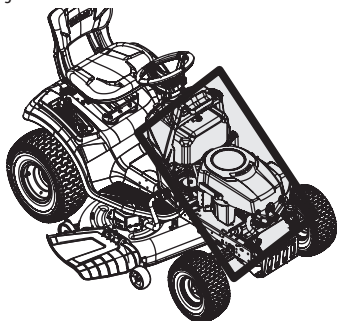

Figura 30
- Limpie debajo del capó, incluyendo el colector de escape, alrededor de los fusibles, todo el cableado y mazos de cables, tubo del silenciador, protector del silenciador, filtros de admisión del motor y aletas de refrigeración, etc. Consulte la Figura 30.